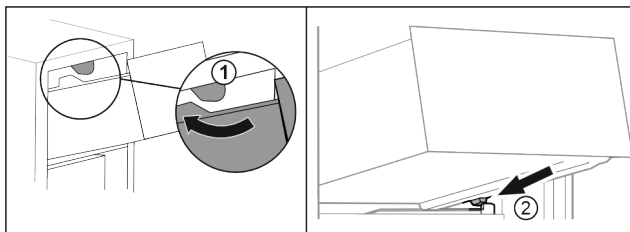

Fig. 90
- ▶ Umetnite ladicu oko gornjih zaustavljača. Fig. 90 (1)
- ▶ Stavite ladicu ukoso iza donjih zaustavljača na žlijeb spremnika. Fig. 90 (2)